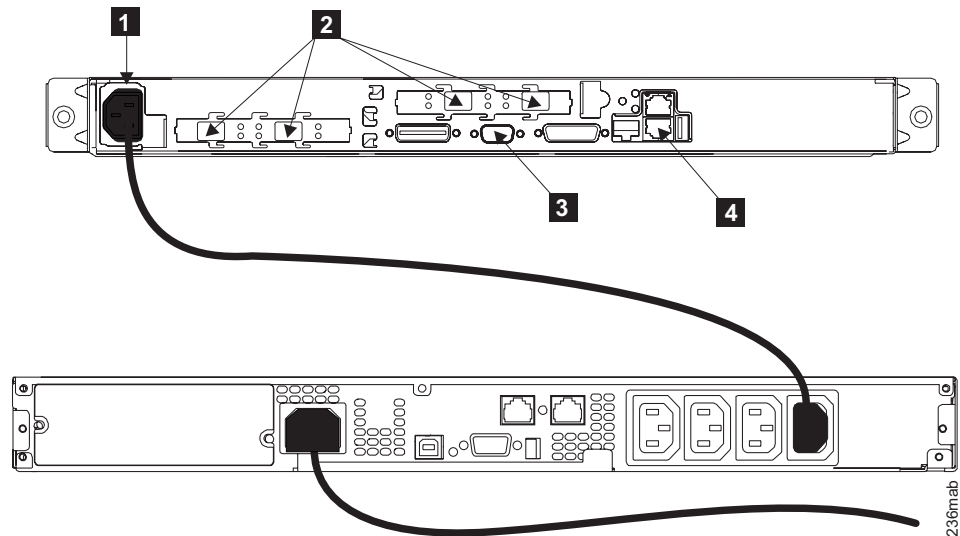

Figura 1. Soquetes de Cabos de Alimentação e de Sinal do SAN Volume Controller e da UPS 5115
2. Assegure-se de que o cabo de alimentação esteja conectado no receptáculo do segmento de carregamento da UPS 5115. Assegure-se também de que a outra extremidade do cabo de alimentação esteja conectada da UPS 5115 ao ponto de distribuição do rack. A Figura 1 mostra os conectores do SAN Volume Controller e da UPS 5115. O conector do cabo de alimentação é mostrado como **1** na figura.